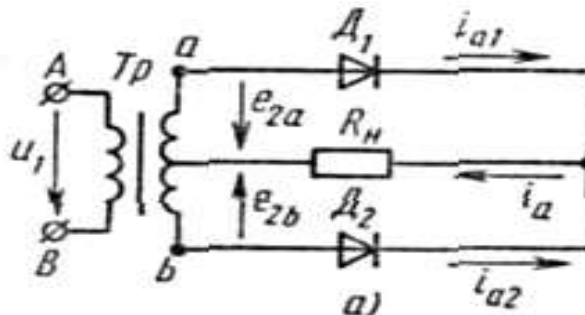

Рисунок 2 Схема однофазного двухполупериодного выпрямителя.
2) Какое буквенно-цифровое изображение имеет трансформатор (рисунок 2)?